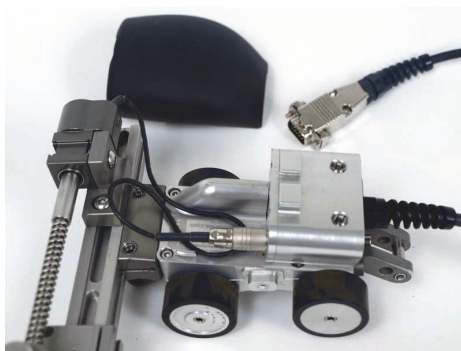

图 A-6 取下主模块上的盖子
1. 取下 ChainSCANNER 扫查器主模块上的盖子（参见第 68 页的图 A-6）。